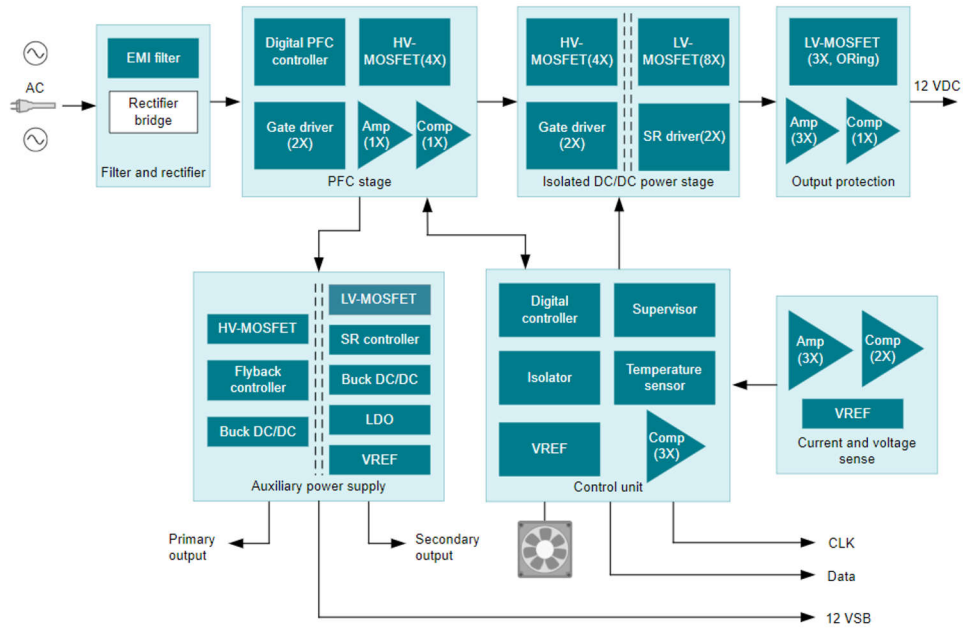

图 5-3. 服务器方框图
3. 客户可能会提及在空载测试期间功耗过高。但是，EVM 测试结果约为 100mW。客户测得的功耗较高的原因在于，即使主电源关闭，虚拟负载仍然存在。图 5-3 展示了 OPA 和 MCU 或其他模拟 IC 和栅极驱动器辅助电源的 VDD，因此仍需要考虑这些额外负载。